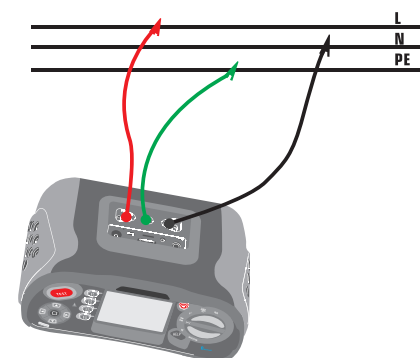

Figure 8 Connexion du fil Hi Amp LOOP-Test
- 3-Connectez les cordons comme indiqué dans la figure 8